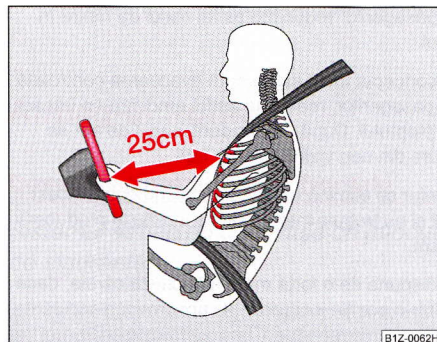

Fig. 164 Distanța sigură față de volan
- Atât pentru conducător cât și pentru pasagerul din dreapta este important să păstreze o distanță de cca. 25 cm față de volan, respectiv de tabloul de bord ⇒ **fig. 164**. Dacă nu se respectă această distanță, sistemul airbag nu își poate exercita eficiența maximă – Pericol! Pe lângă acestea, scaunele din față și tetierele trebuie să fie întotdeauna reglate în funcție de mărimea corpului.